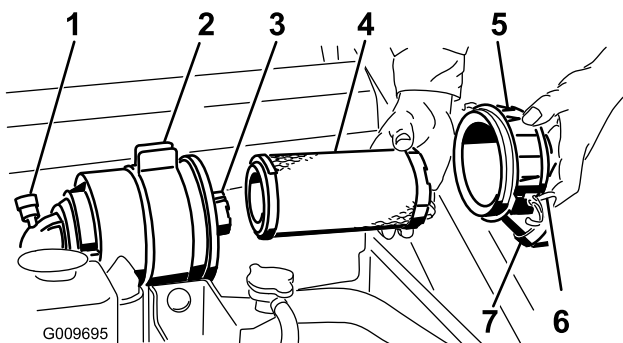

Bild 32
Wichtig: Warten Sie den Luftfilter nur, wenn die Wartungsanzeige rot ist (Bild 32). Das frühzeitige Auswechseln des Luftfilters erhöht nur die Gefahr, dass Schmutz in den Motor gelangt, wenn Sie den Filter entfernen.
4. Lösen Sie die Riegel am Luftfilter und ziehen Sie die Abdeckung vom Gehäuse ab (Bild 32).
1. Schieben Sie den Hauptfilter vorsichtig aus dem Luftfiltergehäuse heraus (Bild 32). Vermeiden Sie ein Anstoßen des Filters an der Seite des Gehäuses.
4. Wenn Sie den Sicherheitsfilter auswechseln, schieben Sie den neuen Filter vorsichtig in das Filtergehäuse (Bild 32).
5. Schieben Sie den Hauptfilter vorsichtig auf den Sicherheitsfilter (Bild 32). Stellen Sie sicher, dass dieser einwandfrei einliegt, indem Sie beim Einbauen auf den äußeren Rand des Filters drücken.
6. Bringen Sie die Luftfilterabdeckung mit der Seite an, auf der UP gestanzt ist, und rasten Sie die Riegel ein (Bild 32).